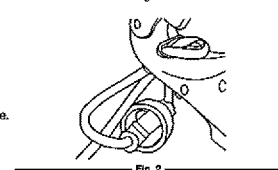

Fig. 2
2. Faites une boucle étroite avec la rallonge et faites-la passer à travers le trou destiné au cordon dans la poignée arrière de l'appareil (Fig. 2).
3. Déplacez la boucle sur le crochet d'enroulement du cordon et tirez délicatement sur le cordon pour la fixer dessus (Fig. 2). Cela permet d'éviter de débrancher accidentellement le cordon.
2. Retirez la boucle de la rallonge du crochet d'enroulement du cordon (Fig. 2).